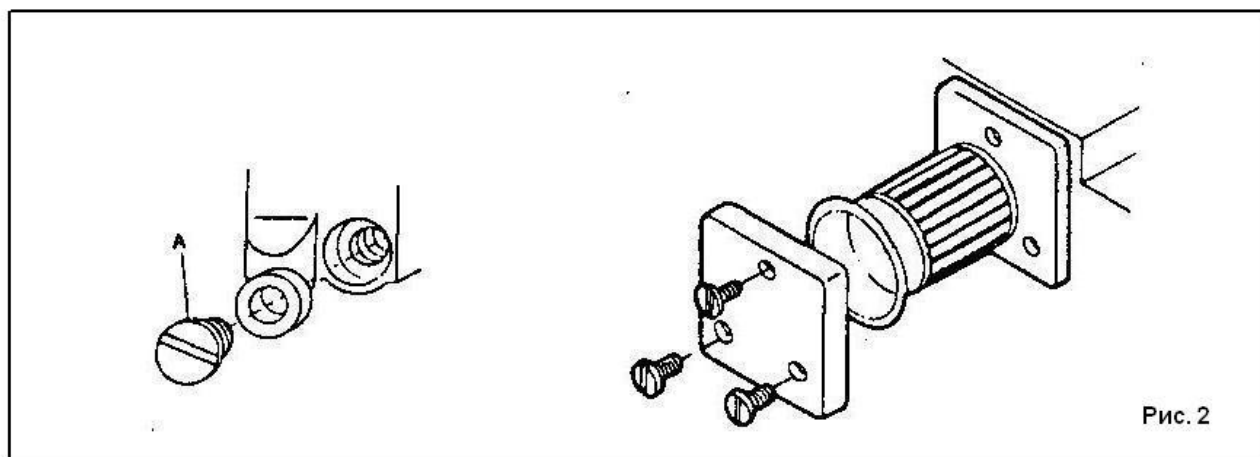

Рис. 2
(2) Замена масла, рис.2.
- (3) Смазка устройства для охлаждения иглы – силиконовым маслом.